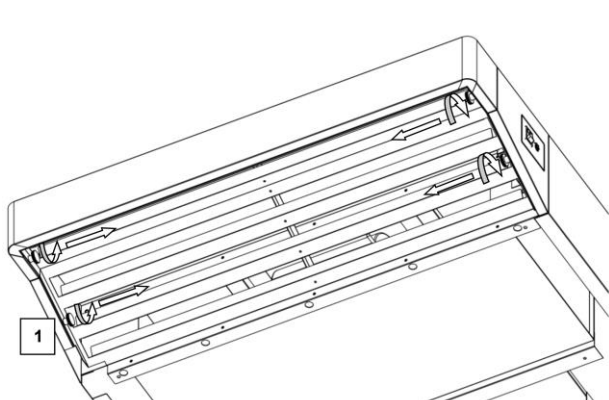

Fig. 4.1
- Dévisser les pommeaux qui fixent la grille sur le côté gauche et sur le côté droit (Fig. 4.1 Pos.1).